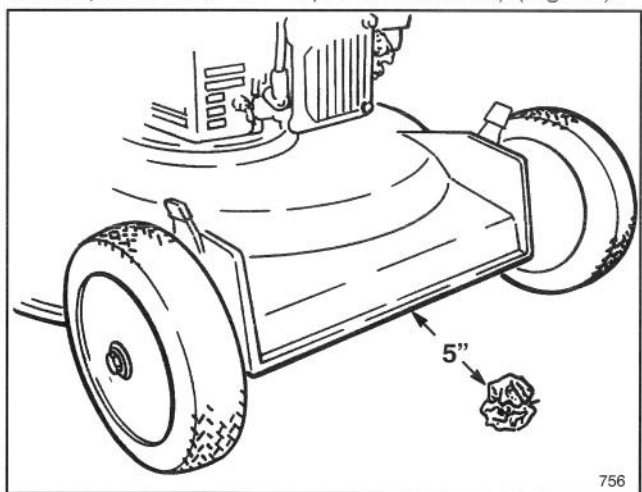

Figure 10
4. Froissez une feuille de papier journal de manière à obtenir une boule assez petite pour passer sous le carter (environ 7,5 cm - 3 po. de diamètre) (Fig. 10).
5. Placez la boule de papier devant la tondeuse à environ 12,5 cm (5 po.) (Fig. 10).